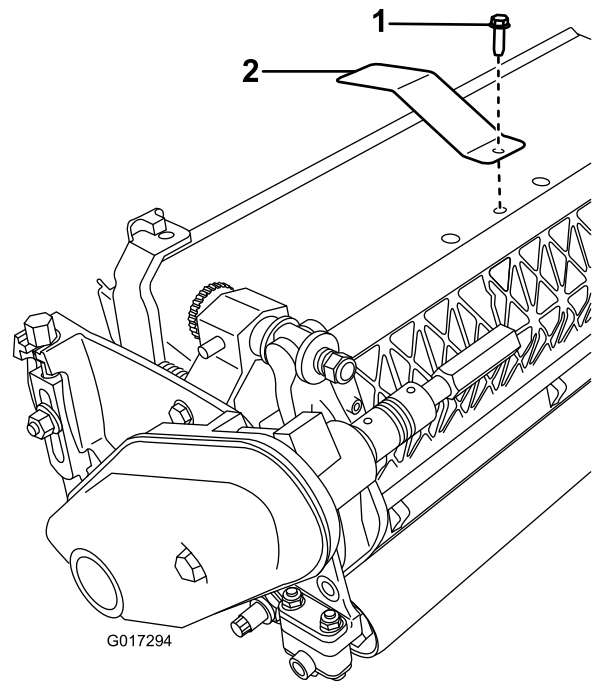

Bild 13
2. Entfernen Sie die mittlere Grasschutzblechschraube (Bild 13).
3. Befestigen Sie die Zielplatte mit der vorher entfernten Schraube oben am Mähwerk (unter der Kunststoffhaube) (Bild 13).